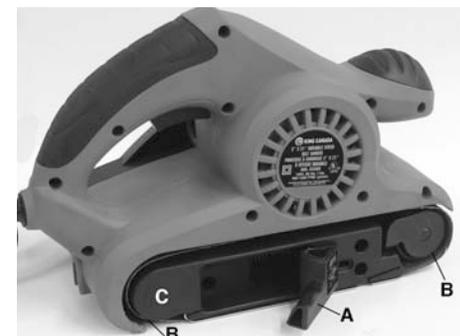

Figure 2
Pour changer la courroie de ponçage, relâchez la tension de la courroie en tirant sur le levier de tension (A) Fig.2. Retirez la courroie en la glissant hors des deux rouleaux (B). Avant de positionner la nouvelle courroie, assurez-vous que la flèche à l'intérieur de la courroie correspond à la direction de la flèche (C) sur la ponceuse et assurez-vous que le rouleau arrière est libre de débris. Centrez la nouvelle courroie autour des deux rouleaux. Déplacez le levier de tension (A) vers l'arrière pour tensionner la courroie.